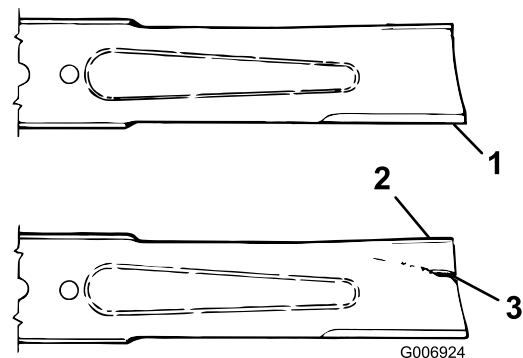

Bild 84
3. Prüfen Sie die Schnittkanten des Messers sorgfältig, insbesondere dort, wo die geraden Flächen die gebogenen berühren (**Bild 84**).
4. Wenn Sie Abnutzungen (**Bild 84**) feststellen, sollten Sie das Messer auswechseln, siehe Entfernen und Einbauen eines Messers \(Seite 64\)